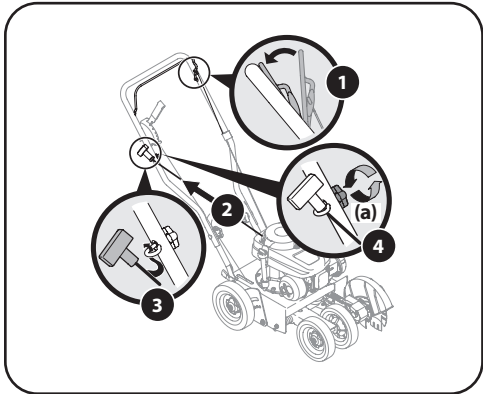

Figura 2-5
1. Párese detrás de la unidad y sostenga el control de la cuchilla contra la barra superior. Vea la Figura 2-5.
NOTA: La cuerda de arranque no se separa del motor a menos que el control de la cuchilla (consulte la Figura 2-5) esté presionado contra la barra superior.